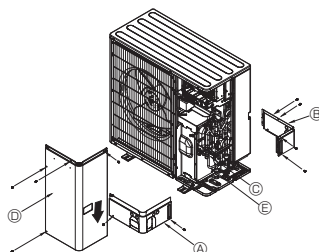

Fig. 5-3
5.3. Kjølemiddelrørlegging (fig. 5-3)